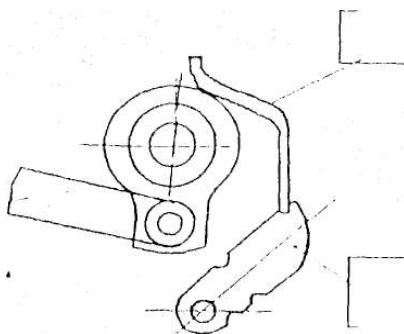
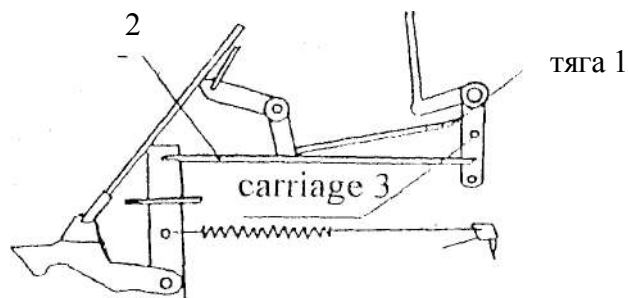
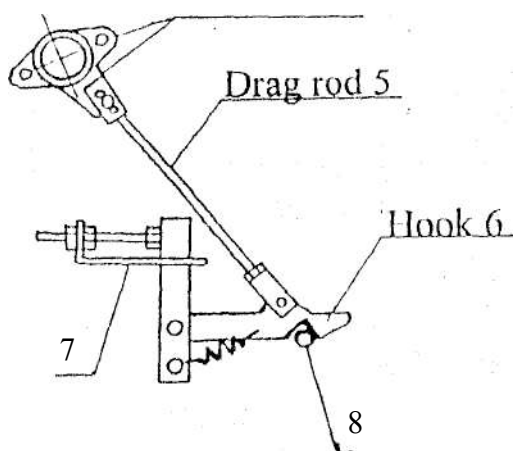

Рис. 4
Рис. 7
Рис.8
На рис. 4 показано исходное положение механизма обмотки до начала цикла упаковки рулона. Перед началом работы установите механизм обмотки в это исходное положение.
1. Для получения нормальной плотности рулона тяга 2 устанавливается в среднее отверстие рычага 3 (рис. 7). Для увеличения плотности рулонов тягу следует установить в нижнее отверстие, для уменьшения – в верхнее.
После регулировки плотности рулона с помощью тяги 2 (рис.7), установите механизм обмотки в исходное положение (рис. 4). Убедитесь, что зазор между крюком 6 и роликом 8 (рис. 8) составляет 8-10 мм 10-15мм. При необходимости, отрегулируйте длиной тяги 1 (рис. 7), укоротите тягу 1 для увеличения плотности рулона; удлините для уменьшения зазора и плотности рулона.